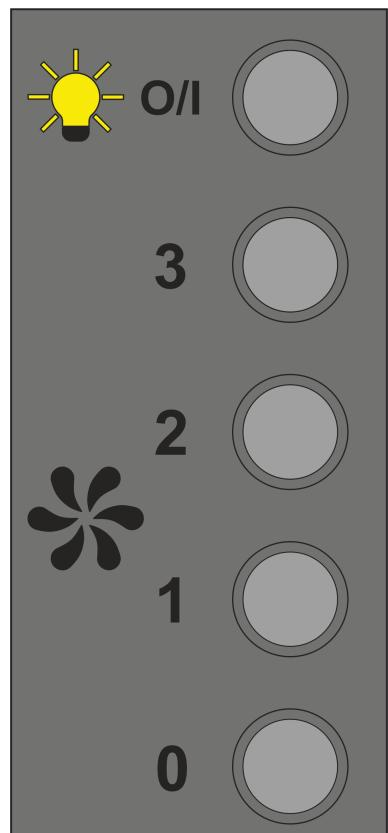

Рис.5
7.3 На панелі корпуса розміщений механічний перемикач режимів роботи і включення ламп освітлення (рис.5).